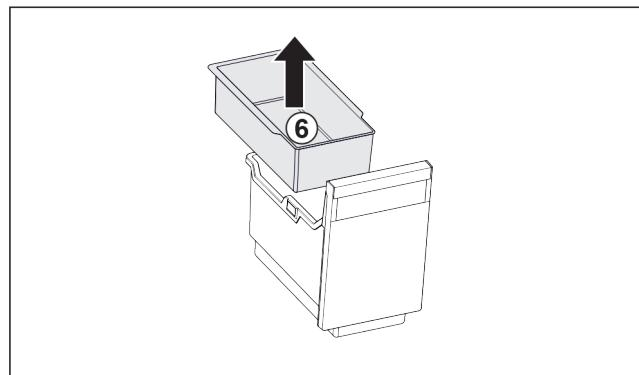

Fig. 105
- Извлеките Fig. 105 (6) подвесной лоток.